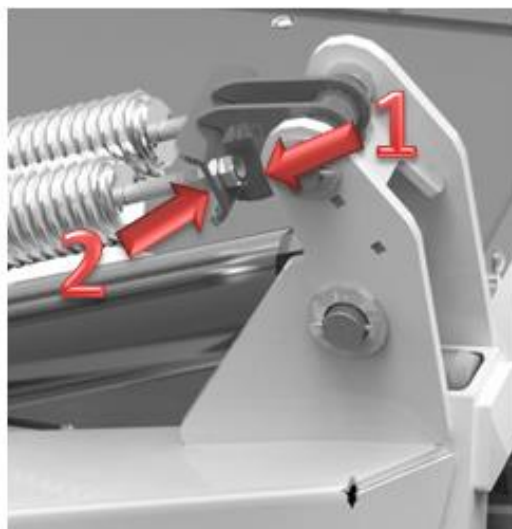

Abb. 8 Einstellung der Entspannungsfeder
Der Mäher besitzt die Möglichkeit den Bodendruck zu regulieren. Der Druck wird mit Hilfe der Spannung der Aufhängungsfeder (1) Abb. 8 reguliert. Der Druck sollte mit Hilfe der Regelung (1) eingestellt und vor dem Lösen mit Kontermutter (2), unter Berücksichtigung des Untergrund auf dem der Mäher eingesetzt wird, gesichert werden.